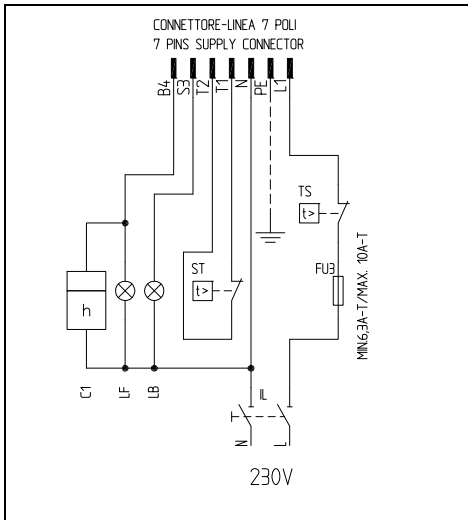
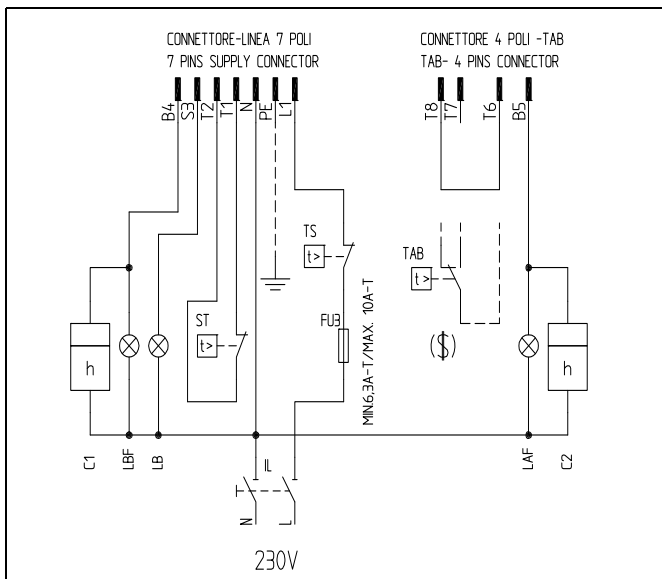
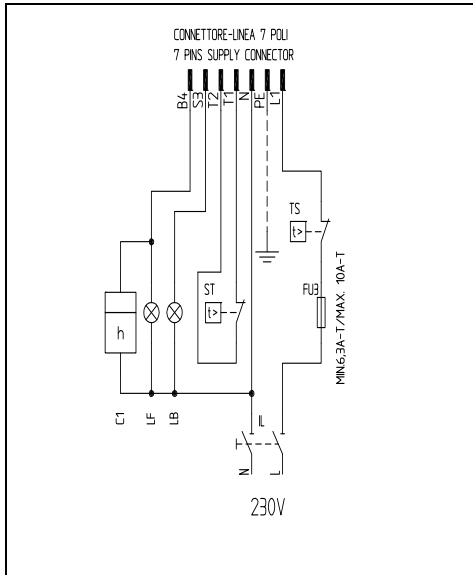
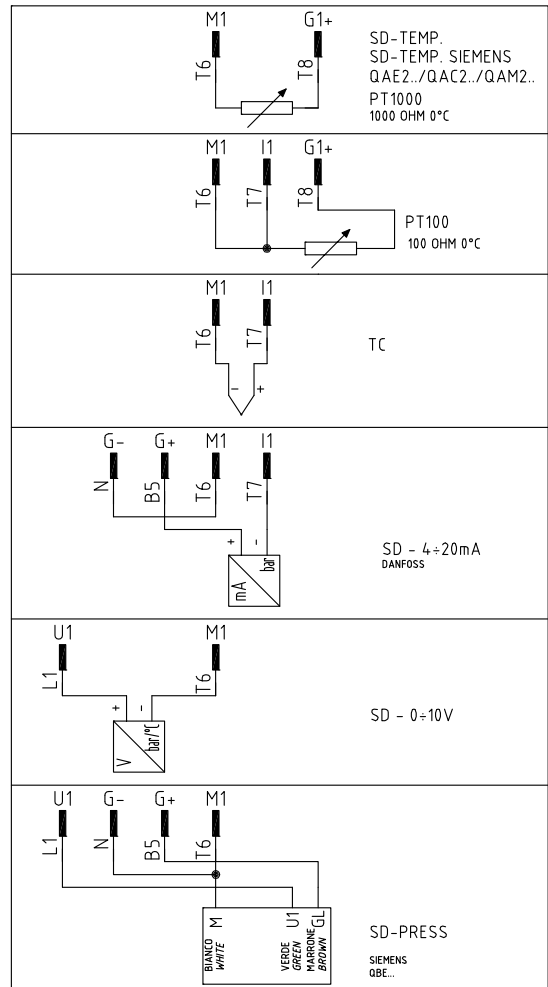

Fig. 34 - Conector 7-polos
Fig. 36 - Conectores 7 y 4 polos
Fig. 38 - Conector 7-polos
Fig. 40 - Conector 4-polos por conexión de las sondas
<p>Conector de alimentación del quemador (Fig. 34 - Fig. 36 - Fig. 38)</p> <p>Conector de conexión de las sondas(quemadores modulantes, Fig. 40)</p>	 <p style="text-align: right;">Fig. 31</p>
<p>Conector llama ALTA/BAJA(quemadores progresivos, Fig. 36)</p>	 <p style="text-align: right;">Fig. 32</p>
- 2 poner en marcha el quemador poniendo en ON el interruptor principal **A** del quemador (Fig. 36): en caso de bloqueo (indicado dal LED **B** del cuadro de control) presionar el botón **RESET (C)** puesto en el cuadro del quemador (ver Fig. 36).